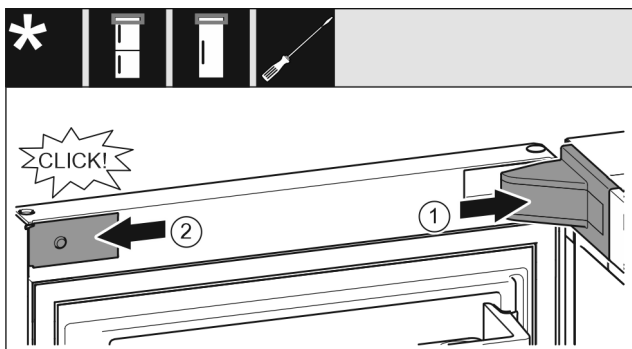

Fig. 23
- ▶ Założyć osłonę płytki zawiasu i zazębnić, ew. ostrożnie odsunąć. Fig. 23 (1)
- ▶ Założyć zaślepkę z boku i zazębnić. Fig. 23 (2)